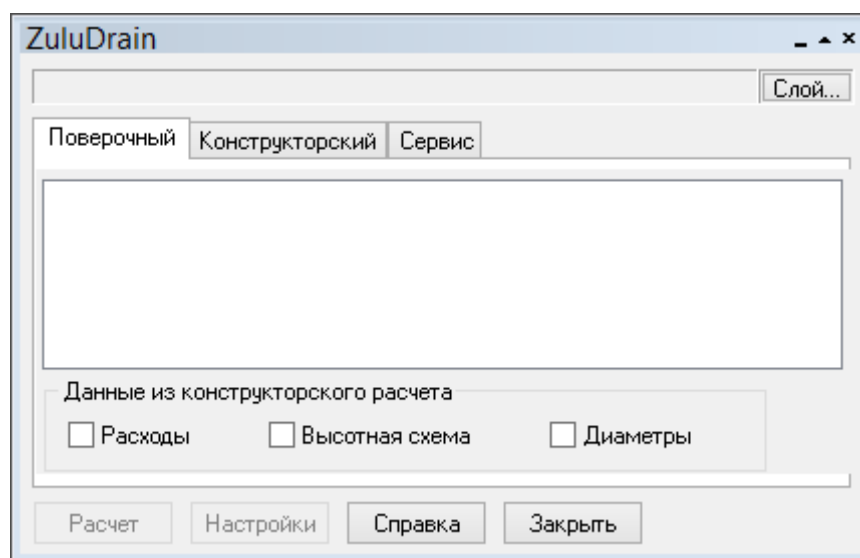

Рисунок 71. Панель расчетов
1. Выберите команду главного меню Задачи/ZuluDrain или нажмите кнопку  панели инструментов. На экране появится панель расчетов (Рисунок 71, «Панель расчетов»).